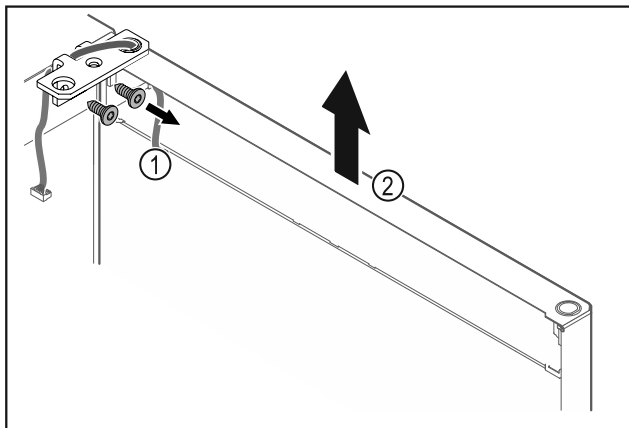

Fig. 24
- ▶ Dévisser l'équerre de la charnière Fig. 24 (1).
- ▶ Soulever la porte (équerre de charnière incluse) Fig. 24 (2) d'environ 200 mm et la retirer.